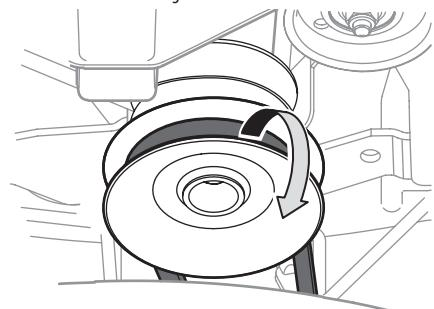

Figura 29
- Extraiga la correa de alrededor de la polea de la PTO del tractor. Consulte la Figura 29.
- Extraiga la correa de la plataforma de alrededor de la polea de transmisión de la PTO del tractor cortacésped como se indica en la Figura 29. Simplemente deje rodar un lado de la correa para que salga de la polea y luego debe seguir sacándola todo alrededor de la polea hasta que se sale de la polea.
9. Pase la correa de la plataforma a través de la varilla del guardacorrea y colóquela alrededor y sobre la polea de transmisión de la PTO, como se indica en la Figura 29.